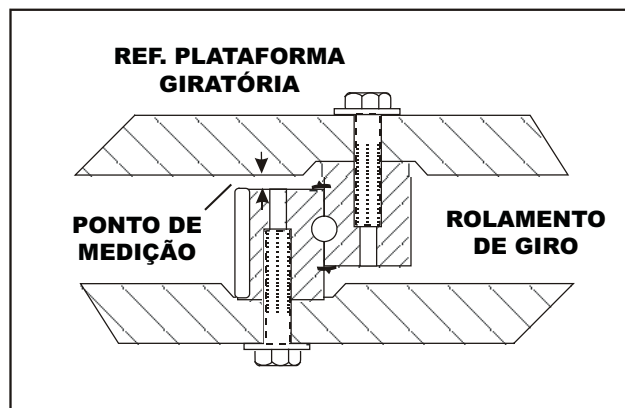
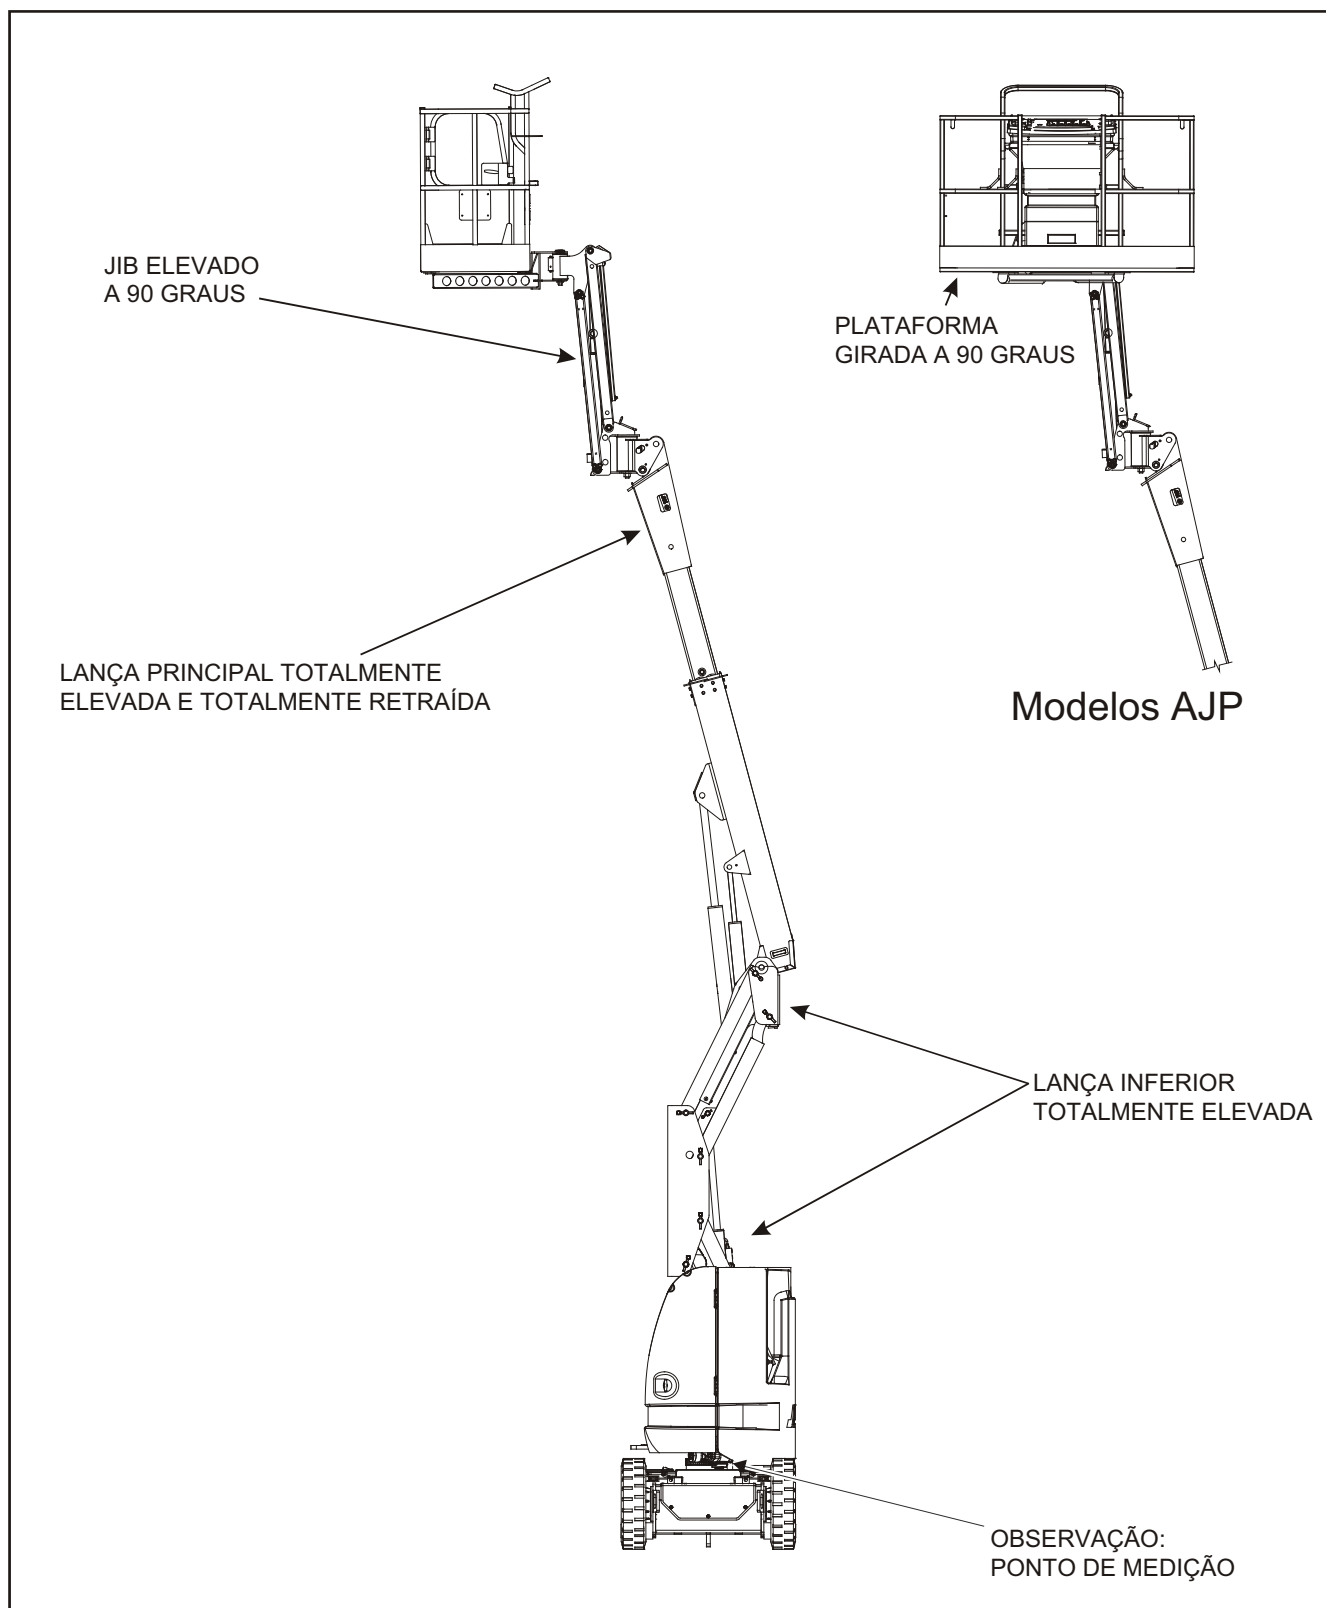
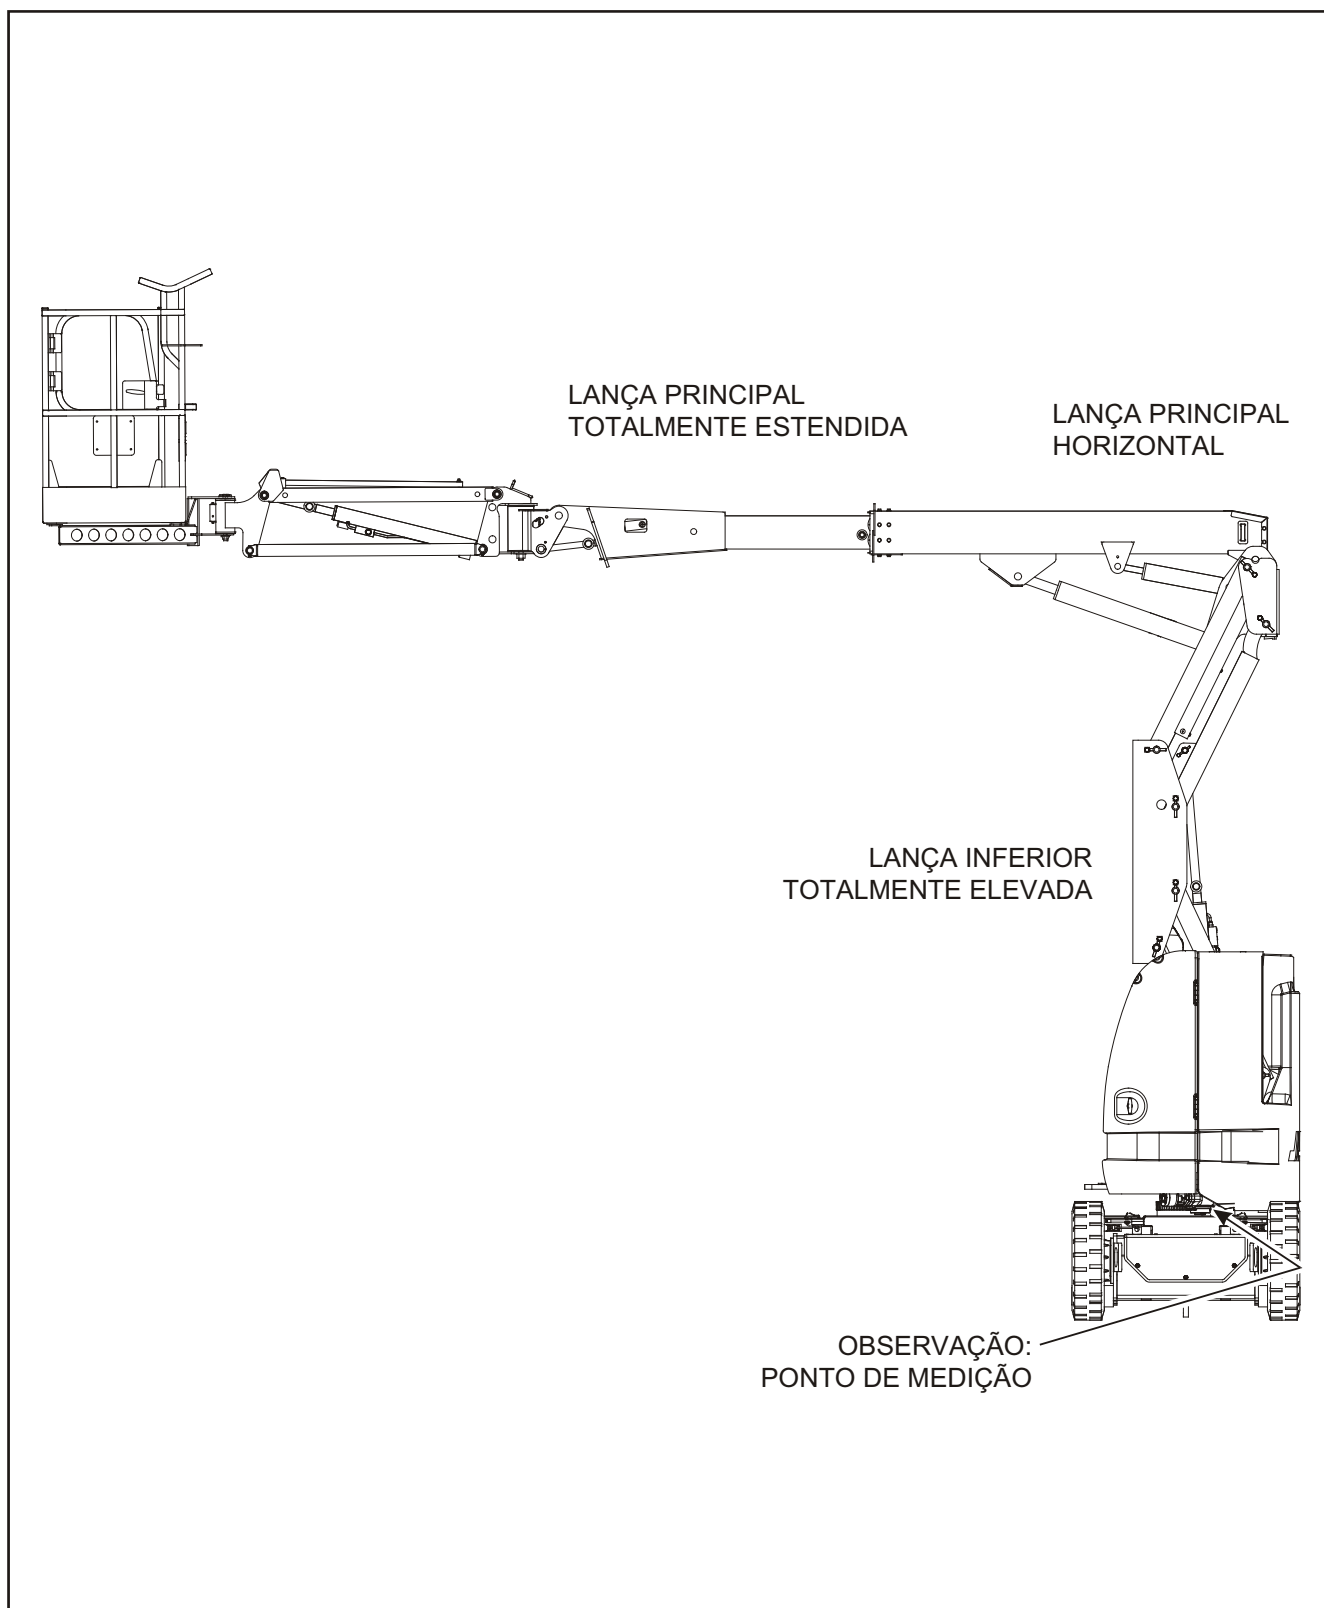

Figura 3-23. Ponto de medição de tolerância do rolamento de giro
Figura 3-24. Posicionamento da lança de tolerância do rolamento de giro
Figura 3-25. Posicionamento da lança de tolerância do rolamento de giro
- b. Na posição indicada na Figura 3-24., Posicionamento da lança de tolerância do rolamento de giro, tente e insira o calibre apalpador de 0,004 mm (0,0015 pol.) entre a cabeça do parafusos e a arruela temperada na posição indicada pela seta.
- b. Nas posições indicadas na Figura 3-24., Posicionamento da lança de tolerância do rolamento de giro, tente e insira o calibre apalpador de 0,004 mm (0,0015 pol.) entre a cabeça do parafusos e a arruela temperada na posição indicada pela seta.
- d. Na posição indicada na Figura 3-24., Posicionamento da lança de tolerância do rolamento de giro, tente inserir o calibre apalpador de 0,004 mm (0,0015") entre a cabeça do parafuso e a arruela temperada na posição indicada pela seta.
1. Com a lança posicionada sobre a lateral da máquina, a lança superior na posição horizontal em relação ao telescópio totalmente estendido e a lança da torre a meio caminho (aproximadamente 37°) consulte a Figura 3-25., Posicionamento da lança de tolerância do rolamento de giro, usando um indicador com mostrador de base magnética, meça e registre a distância entre o rolamento de giro e a plataforma giratória. (Consulte a Figura 3-23., Ponto de medição de tolerância do rolamento de giro)
2. No mesmo ponto, com a lança posicionada sobre a lateral da máquina, a lança superior totalmente elevada e totalmente estendida, a plataforma girada ao máximo para o lado, e a lança da torre totalmente elevada, (consulte a Figura 3-24., Posicionamento da lança de tolerância do rolamento de giro) usando um indicador com mostrador de base magnética, meça e registre a distância entre o rolamento de giro e a plataforma giratória (Figura 3-23., Ponto de medição de tolerância do rolamento de giro).